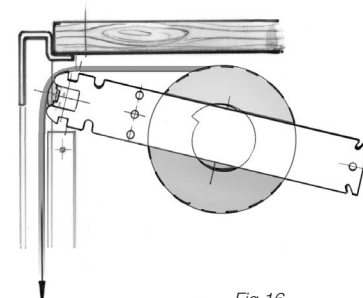

Fig.16
- Quitar la cinta adhesiva aplicada para asegurar la persiana e introducir la persiana por encima del rodillo de apoyo en la guía, (Fig.16)